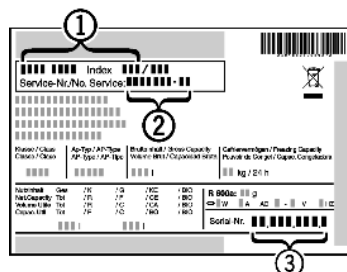

Fig. 17
- Leggere la denominazione dell'apparecchio Fig. 17 (1), il n° assistenza Fig. 17 (2) e il n° di serie Fig. 17 (3) sulla targhetta identificativa. La targhetta identificativa è situata all'interno dell'apparecchio, sul lato sinistro.
- Informare il servizio di assistenza e comunicare il difetto, la denominazione dell'apparecchio Fig. 17 (1), il n° assistenza Fig. 17 (2) e il n° di serie Fig. 17 (3).